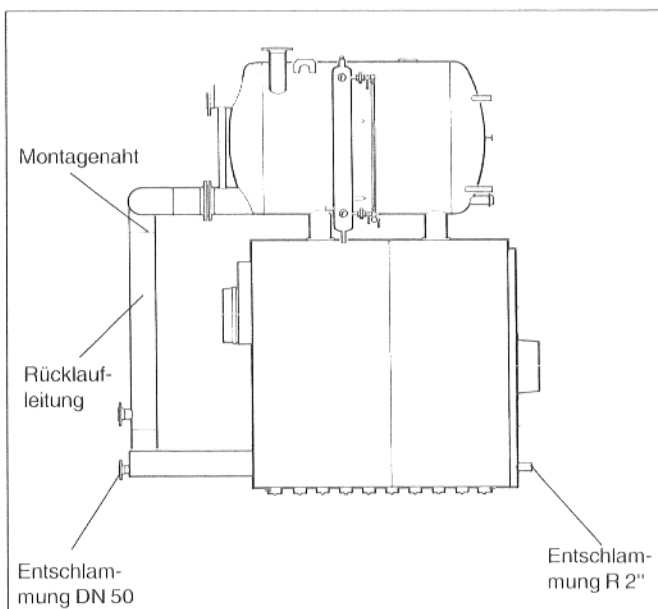

Abb. 18
- Dampftrommel wie in Abb. 18 zu sehen auf den Kesselblock aufsetzen.
- Die Rücklaufleitung (Abb.18) hinten am unteren Abgang der Dampftrommel und an den oberen Abgang des Hintergliedes anflanschen (Dichtung nicht vergessen).
- Die in Abb. 18 angezogene Schweißnaht ist nur geheftet und muß nach den entsprechenden Vorschriften auf der Baustelle durchgeschweißt werden. Es ist darauf zu achten, daß die Rücklaufleitung zwischen Hinterglied und Dampftrommel spannungsfrei angebracht ist. Sollte dies nicht der Fall sein, so ist durch Erwärmen der Rücklaufleitung mit dem Schweißbrenner dies nachzuholen.
- Um ein einwandfreies Öffnen der Brenntür zu gewährleisten, empfehlen wir in den Gewindeflansch am Vorderglied Rohrstück R 2" (Abb. 18) bauseitig einzudichten. Auf das freie Ende des Rohrstückes ist ein Entschlammungsventil (Schnellschlußventil) bauseitig aufzudichten.
- An den Flansch der Rücklaufleitung (Abb. 18) ein gerades Rohrstück R2" bauseitig eingedichtet. Dieser Anschluß ist ebenfalls mit einem Entschlammungsventil zu versehen.